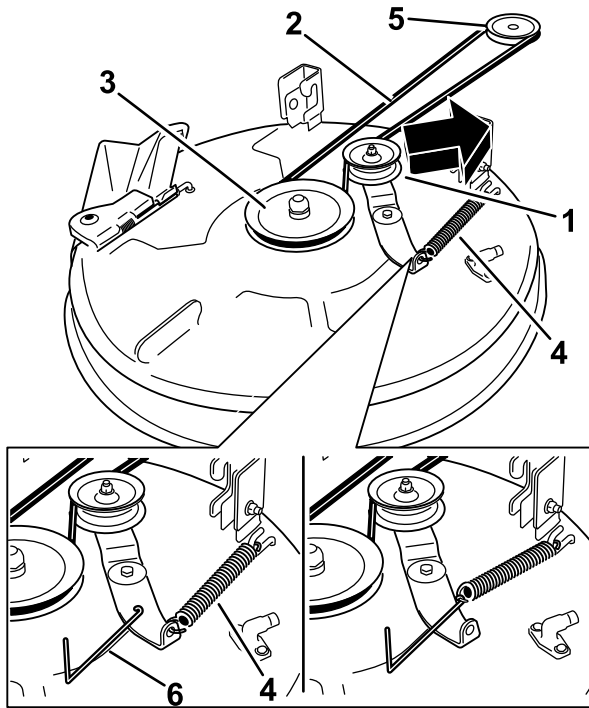
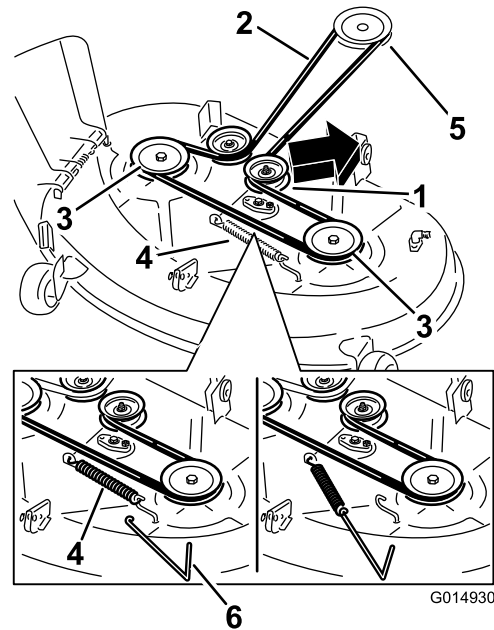

Figure 66
Figure 67
5. À l'aide d'un outil de dépose de ressort (réf. Toro 92-5771), décrochez le ressort du crochet sur le tablier pour détendre la poulie de tension et déchaussez la courroie des poulies (Figure 66 et Figure 67).
6. Acheminez la courroie neuve autour de la poulie du moteur et des poulies du tablier de coupe (Figure 66 et Figure 67).
7. À l'aide d'un outil de dépose de ressort (réf. Toro 92-5771), accrochez le ressort au crochet situé sur le tablier, puis exercez une tension sur la poulie de tension et la courroie du tablier de coupe (Figure 66 et Figure 67).